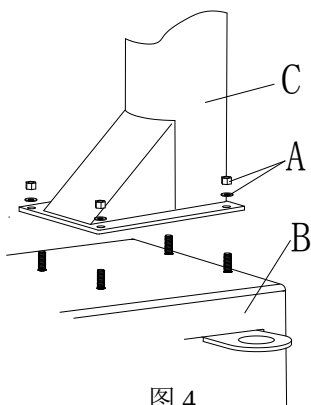

图 4
2、将箱体 B 上的螺母 A 松开，见图 4。升起立柱 C，将安装孔对准 B 上的螺钉，再将螺母 A 拧紧。在运行一段时间后，如有松动，必须及时紧固，否则会出现损坏轮胎的严重后果。